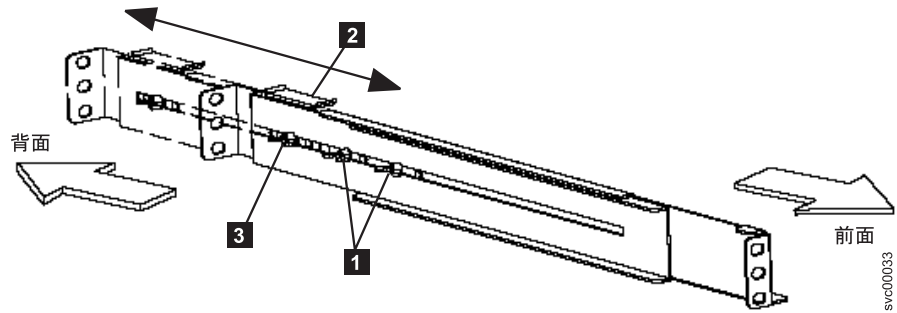

図8. 2145 UPS-1Uでのレールの縦の長さの調整
4. 両方のレール・アセンブリのアセンブリ・ウィング・ナット **1** (18 ページの図8) を緩め、ラックの縦の長さに合わせてレール・サイズを調整します。
5. 後部の押さえブラケット (図8の**2**) をレール・アセンブリーの端に位置付け、ウィング・ナット (図8の**3**) を締めます。